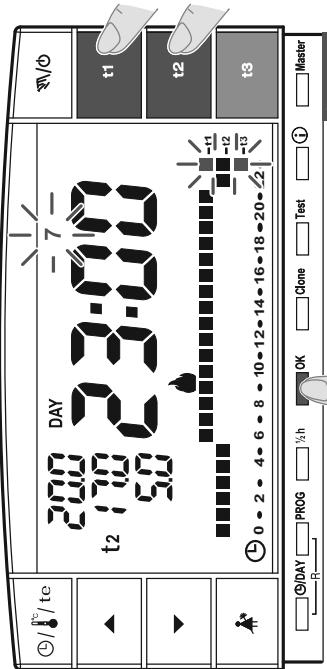
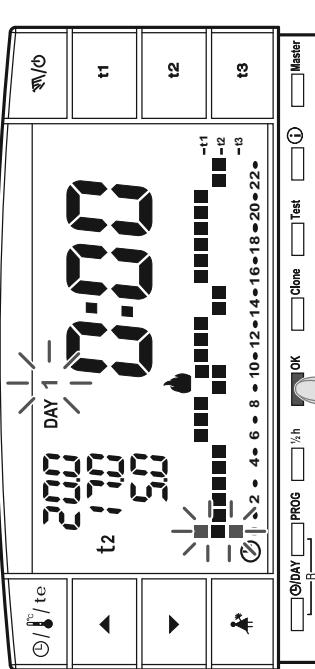

fig. 12
fig. 13
- Después de registrar el perfil térmico para el día **Domingo** (7), pulsar **OK** (ejemplo fig. 12) para memorizarla y volver a visualizare el día Lunes (1) **luego pulsar nuevamente la tecla OK por 4 segundos** (ejemplo fig. 13); con esta operación **se graba todo el programa la de semana**.